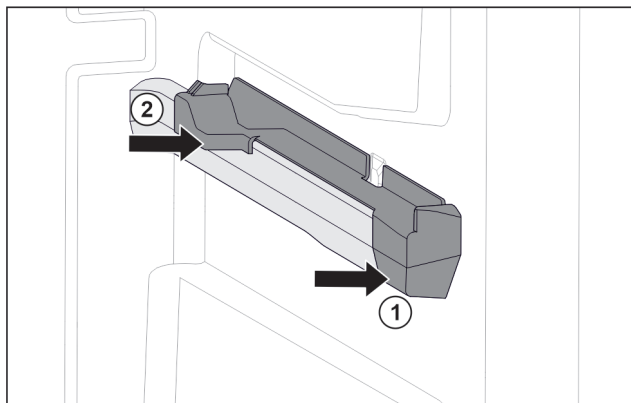

Fig. 75 Påsætningsdel på den højre beholderrist
- ▶ Sæt den forreste del af påsætningsdelen på beholderristen. Fig. 75 (1)
- ▶ Tryk den bageste del af påsætningsdelen på. Fig. 75 (2)